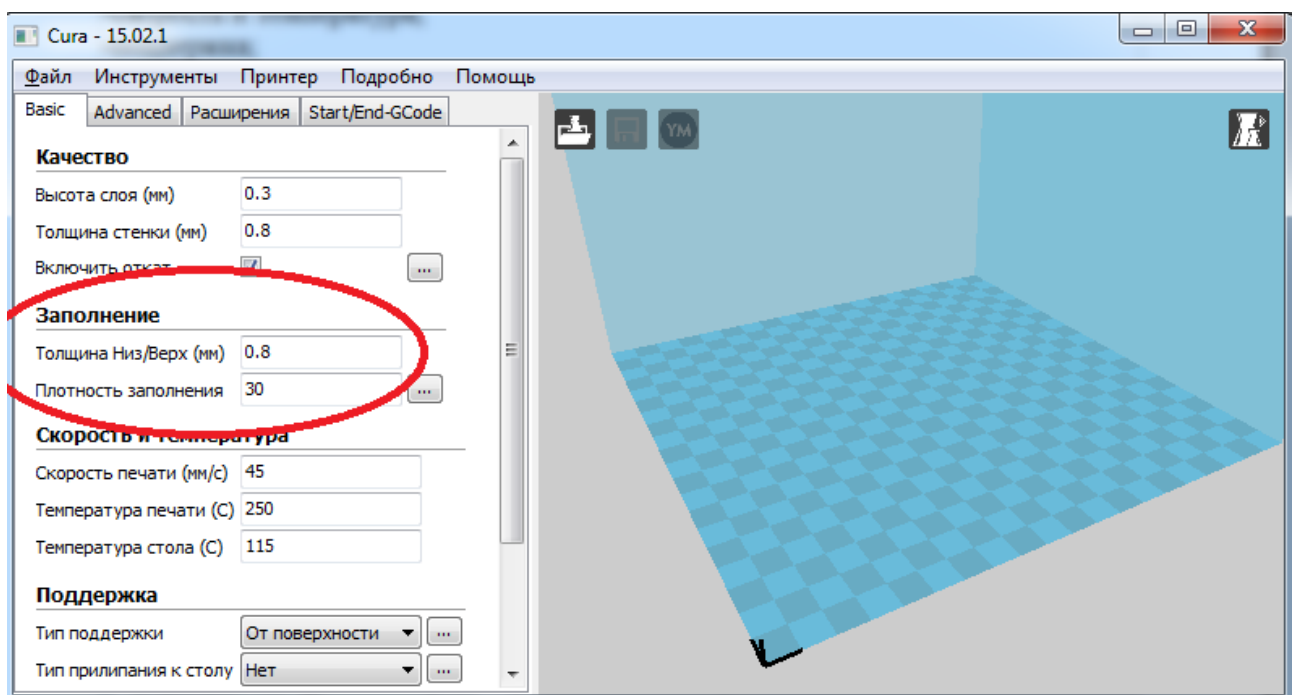

Рисунок 5. «Заполнение»
2) **Заполнение** - это «заливка» внутренней структуры модели, рисунок 5